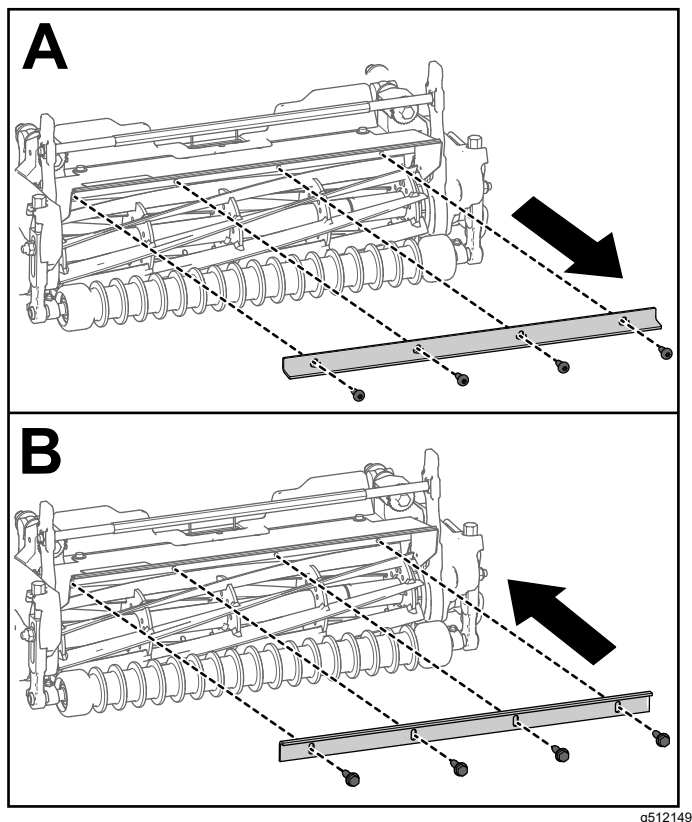

Figura 5
- Si las unidades de corte Modelos 04657 y 04658 se utilizan en cualquier otra unidad de tracción Greensmaster 3300 o 3400, retire la barra deflectora y cámbiela por la barra de recortes (Pieza N.º 115-3303-03) y 4 pernos (Pieza N.º 131-6150), como se muestra en la Figura 5.